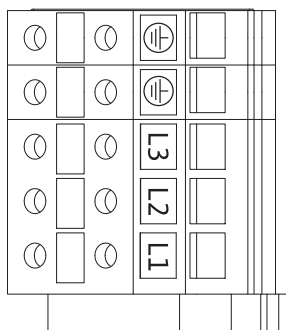

Fig. 25: Výkonové svorky
- Výkonové svorky (svorky síťové přípojky) (Fig. 25)